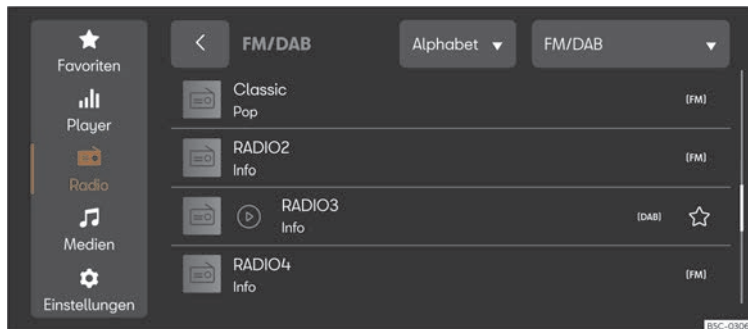

Abb. 180 Schematische Darstellung: Ansicht Radio.
- Drücken Sie **MENÜ** > > (Abb. 180).